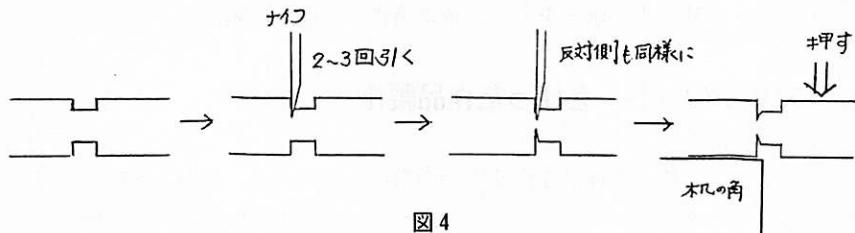

図4
- ①のこぎりでの縫びきが楽にでき、失敗も少ない。
- ②木端削りが正確にできる。
- ③カセットに応じた幅決めが簡単にできる。
- ④加工時間が減少できる。
- ⑤溝の利用の仕方で、色々な工夫ができる。
①は、溝が案内溝となるため、切削量も少なく、切断しやすくなる。のこぎりを使わなくても、ナイフなどを使って、簡単に切断することができる（図4）。